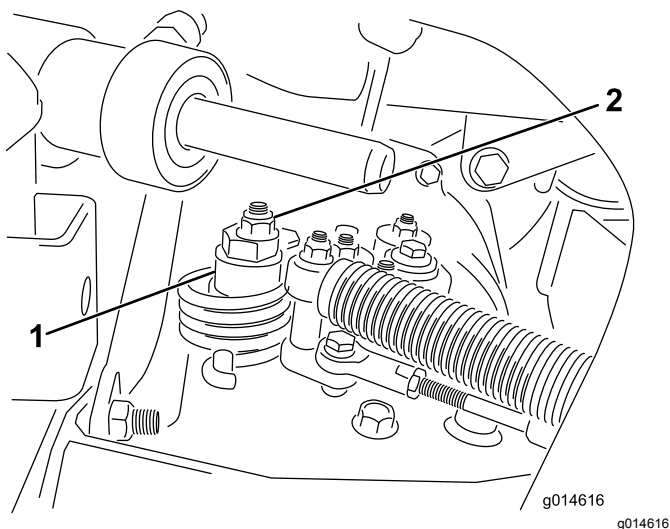

Figura 47
- A. Allentate il dado che fissa l'eccentrico alla parte superiore dell'igrostatato (Figura 47).
- C. Fate girare l'eccentrico finché non riscontrate movimenti in alcuna direzione. Quando la ruota cessa di girare, serrate il dado di bloccaggio dell'eccentrico per mantenere la messa a punto (Figura 47). Verificate la regolazione portando l'acceleratore in posizione Lento e Veloce.